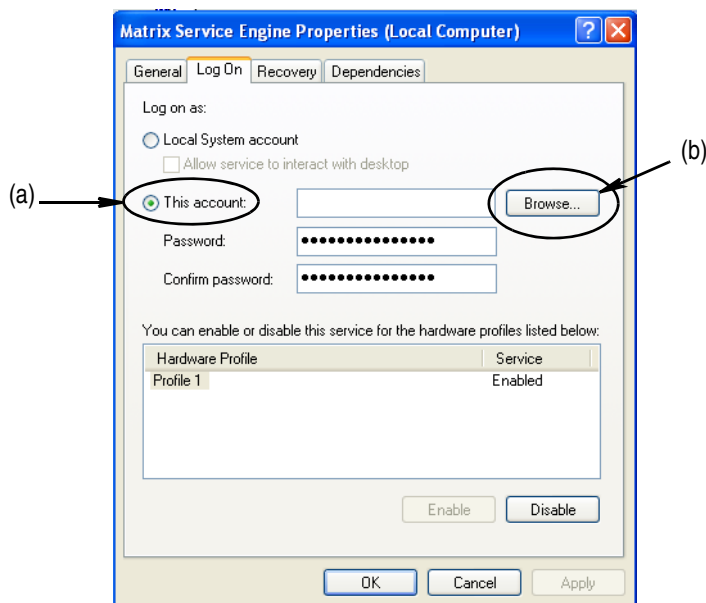

FIG. 39
- f. Sélectionnez "This Account" (Ce compte) (a) (FIG. 39).
- g. Cliquez sur le bouton "Browse" (Parcourir) (b) (FIG. 39).
- Si le nom fourni est trouvé, l'écran illustré dans la FIG. 39 s'affiche de nouveau. Fournissez le mot de passe de votre ordinateur. Dans le champ "Confirm password" (Confirmer le mot de passe), saisissez exactement le même mot de passe.